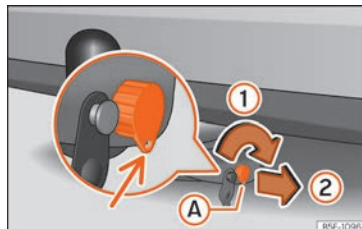
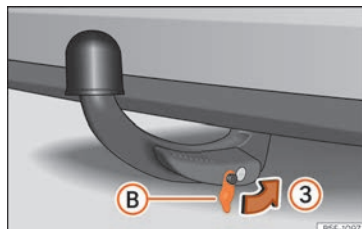

Fig. 267 Bloquear cerradura
Fig. 268 Colocar la tapa sobre la cerradura
- Gire la llave (A) en el sentido de la flecha ① hasta que la parte agujereada de la llave lleve a su posición inferior » » » fig. 267.
- Extraiga la llave en el sentido de la flecha ②.
- Coloque la tapa ③ en la cerradura en el sentido de la flecha ③ »» fig. 268 »» ④.
① CUIDADO